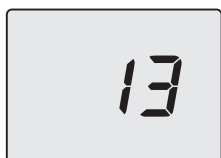

Figura 3.2
Premere contemporaneamente i tasti 15 e 16 per accedere al menù "INFO" (informazioni). Sul display verrà visualizzato il valore indice "J00" alternativamente al valore di pressione "13" (1,3 bar). Il numero, indicante la pressione, è visualizzato senza punto decimale mentre la lettera, indica l'unità di misura (bar) (Figura 3.2).
3.1 posto sotto la caldaia e verificate contemporaneamente la pressione del circuito riscaldamento sul display. La pressione dovrà essere compresa tra un valore di 1 bar, 1,5 bar (es. 1,3 bar in Figura 3.2).